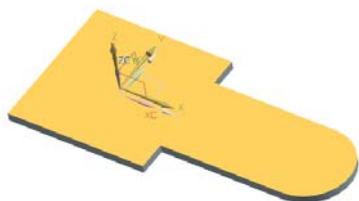

图 3-71 折弯轮廓草绘平面
(2) 在“折弯”对话框栏单击 按钮，进入草图绘制界面，选择如图 3-71 所示的草绘平面。